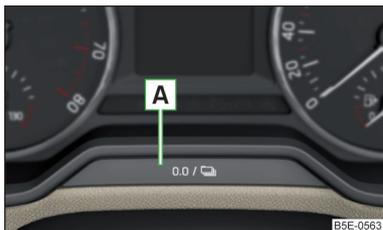

Abb. 34
- > Die Taste **A** » **Abb. 34** drücken und gedrückt halten, bis im Display der Menüpunkt **Service** angezeigt wird.